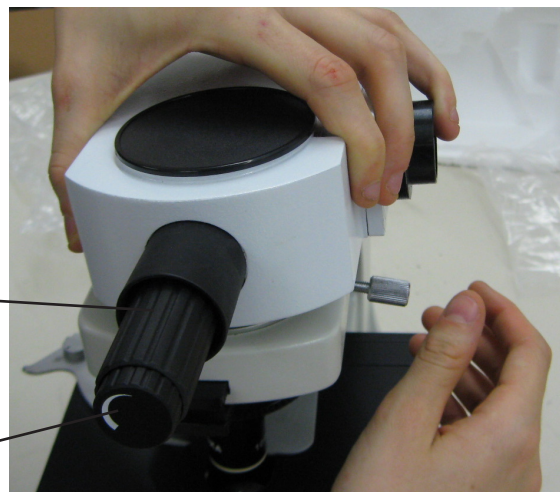

Fig. 1
2.2 Inserire il deviatore ottico del dispositivo per multi-osservazione e fissarlo con la vite di bloccaggio posta sul corpo del microscopio (Fig. 1).